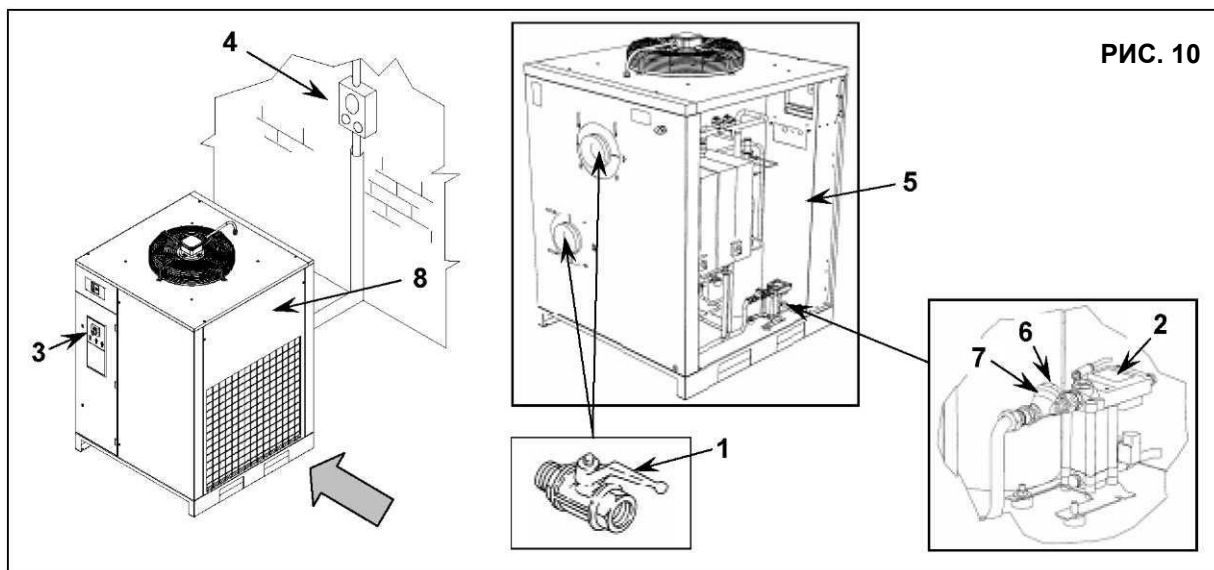

РИС. 10
15.2 ОЧИСТКА ФИЛЬТРА УСТРОЙСТВА АВТОМАТИЧЕСКОГО СЛИВА КОНДЕНСАТА (Рис. 10)
- Закройте кран, поз. 1, рис. 10
- Снимите панель (поз. 5, рис. 10)
- Сбросьте давление в осушителе, нажав кнопку слива конденсата "TEST", расположенную на пароотделителе Поз. 2, рис. 10.
- Выключите устройство. Поверните переключатель в положение "STOP", поз. 3, рис. 10
- Включите автоматический дифференциальный переключатель питания, поз. 4, рис. 10
15.3 ОЧИСТКА КОНДЕНСАТОРА (Рис. 10)
- Снимите панель (поз. 8, рис. 10)
- Очистите ребра конденсатора, поз. 1 сжатым воздухом (рис. 10) **ЗАПРЕЩАЕТСЯ ИСПОЛЬЗОВАТЬ ВОДУ ИЛИ РАСТВОРИТЕЛИ**
- Закройте панель, поз. 8, рис. 10